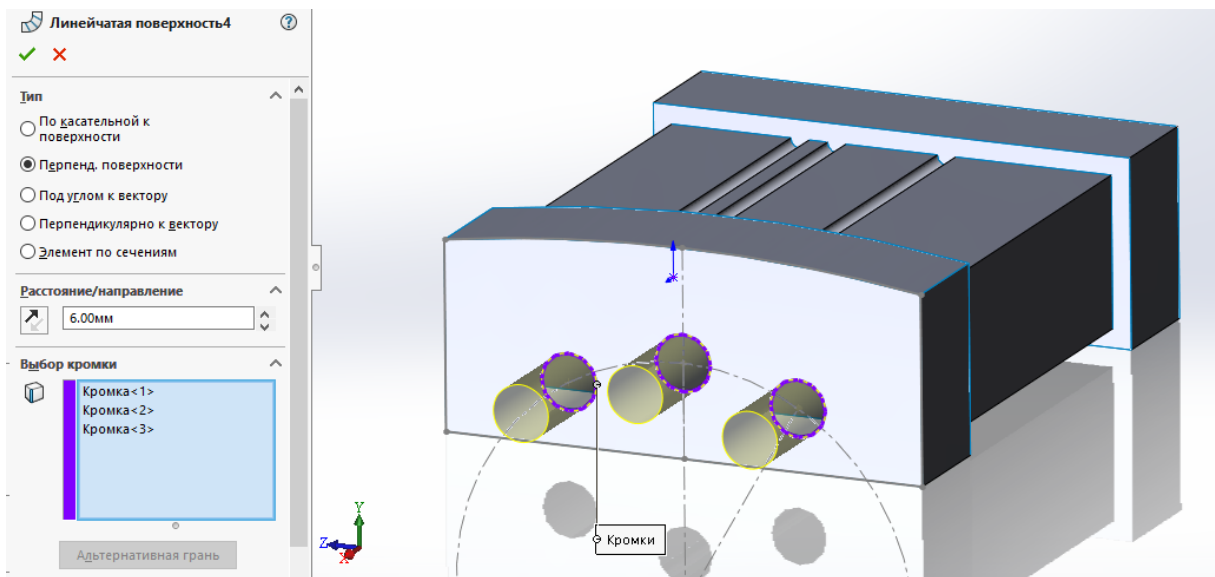

Рис. 19. Построение вытянутой поверхности
20. Повторяем пункт 12 для кромок-окружностей созданной плоской поверхности (рис. 19).